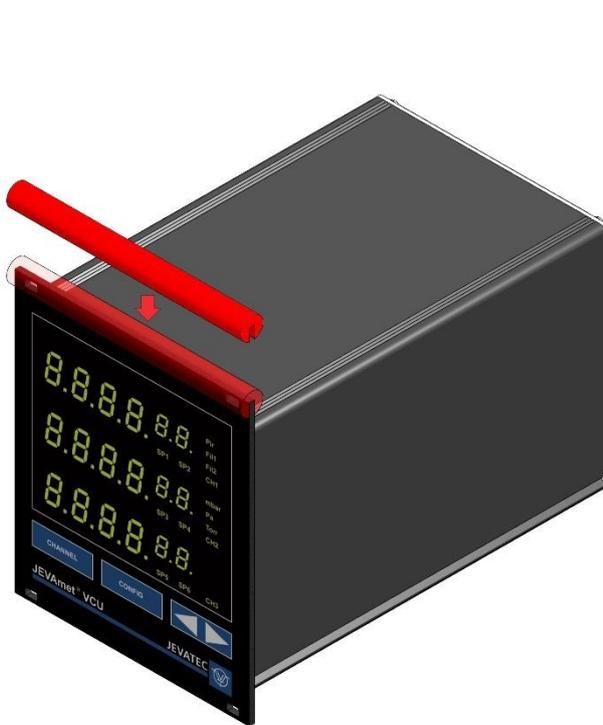

Abbildung 7 – Vorbereitung der Geräteoberseite zur Verwendung als Tischgerät
- Schieben Sie einen der beiden im Lieferumfang enthaltenen Kantenschutzgummis auf die Oberkante der Frontplatte (🔗📖 Abbildung 7, Seite 23)